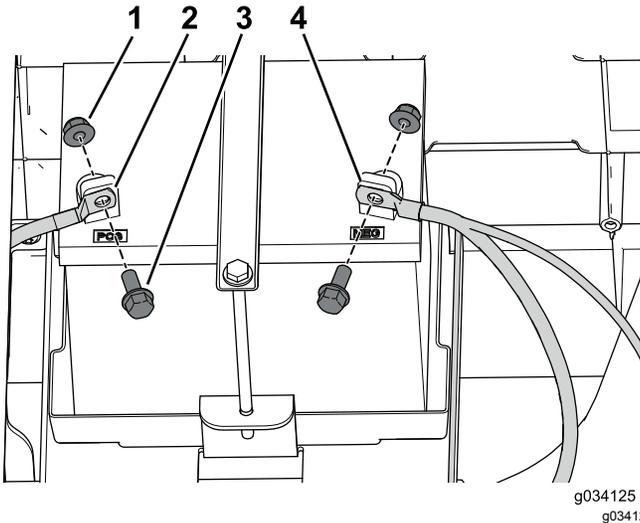

Figure 10
- Débranchez le câble négatif (-) de la batterie, puis le câble positif (+), comme montré à la Figure 10.